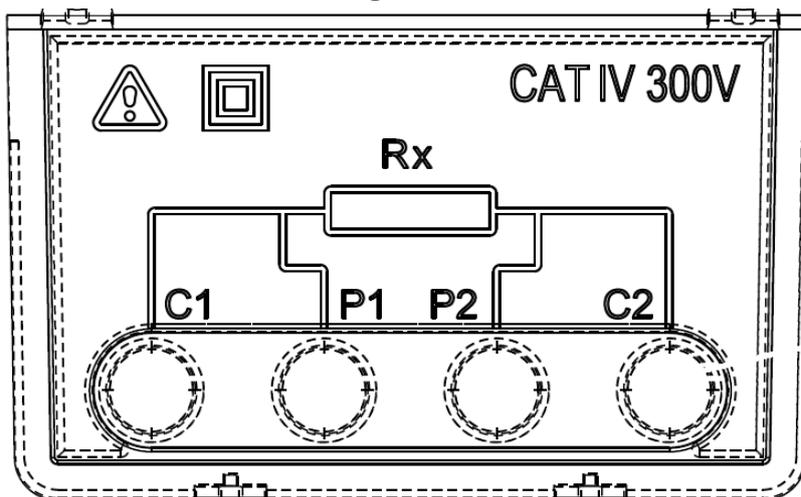

Abbildung 3.2: Anschlüsse für die Prüflleitungen
- Vier Bananenstecker-Buchsen zum Anschluss der Prüflleitungen (Abbildung 3.2),